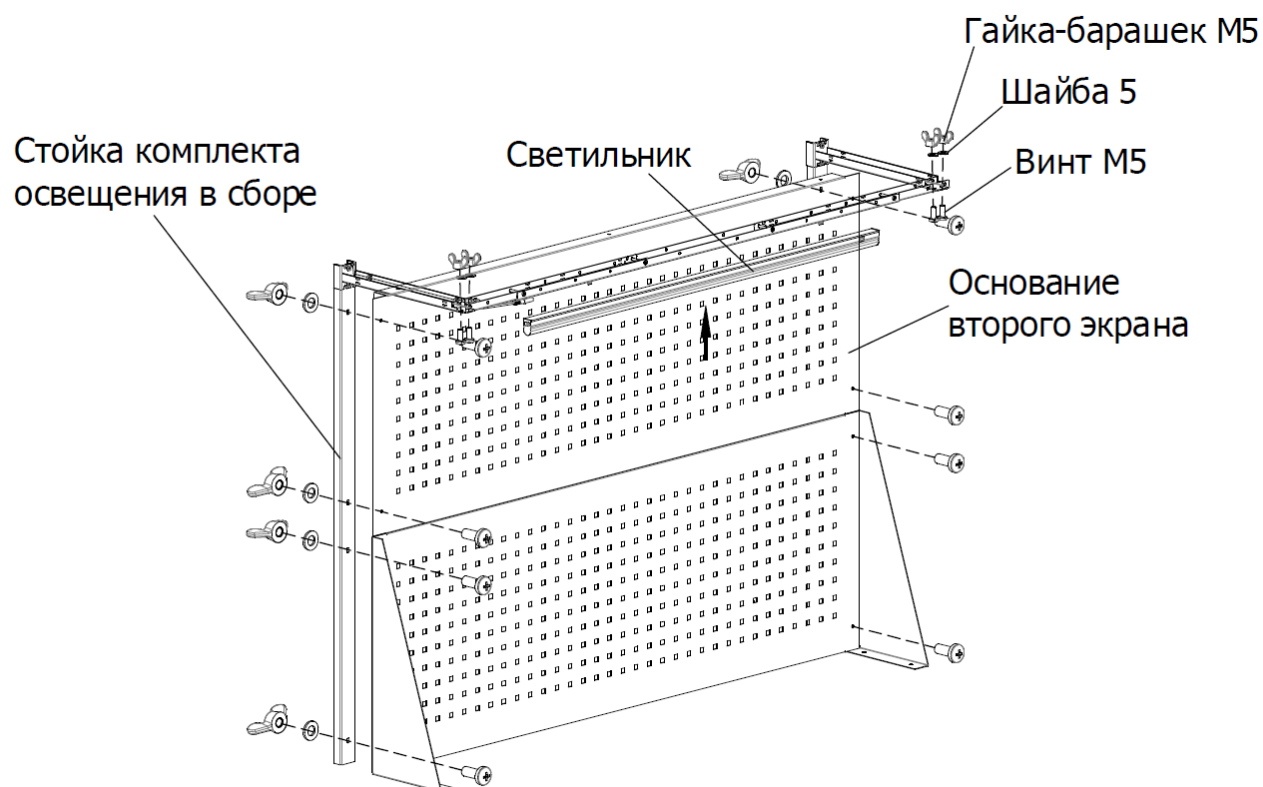

Рисунок 9
3.8 В случае использования второго экрана, боковые опоры второго экрана не используются, основание второго экрана крепится к комплекту освещения (рисунок 9) и к первому экрану. При отсутствии комплекта освещения, второй экран дополнительно крепят к стене здания. Если нет возможности крепления к стене здания, то необходимо приобрести комплект освещения.